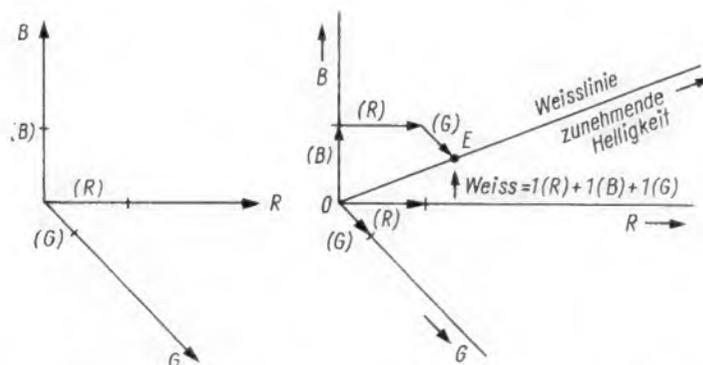

Bild 7. Darstellung der Farbe durch die drei Farbeinheitsvektoren $(R), (G), (B)$ Bild 7a. Konstruktion des Weißpunktes bzw. der Weißlinie im räumlichen System
Darin sind $(R), (G), (B)$ die Farbeinheitsvektoren der drei Eichfarben (Bild 7). Sie sind so gewählt, daß